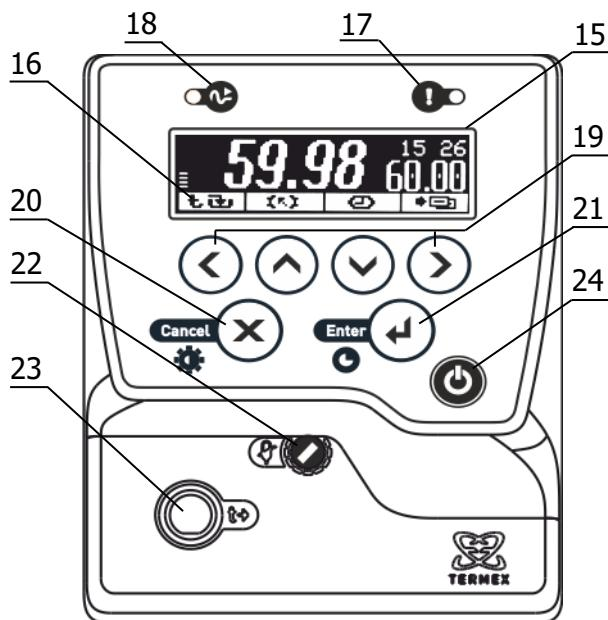

Рисунок 2 – Лицевая панель
Система безопасности блока регулирования отключает двигатель насоса и нагреватель при срабатывании хотя бы одной из защит или неисправности датчика температуры (1.2.13). При срабатывании системы безопасности раздается звуковой сигнал, загорается индикатор 17 (рисунок 2) и на дисплей 15 выводится информация о причине неисправности.
2.3.1 После подключения сетевого кабеля к электрической сети блок регулирования переходит в режим ожидания. Подключение сопровождается кратковременной подсветкой дисплея 15 (рисунок 2).
2.3.6 Для регулировки яркости подсветки или контраста дисплея нажать кнопку 20 (X), выбрать изменяемый параметр кнопками (▲) и (▼) и установить его значение кнопками (◀) и (▶). Зафиксировать изменение нажатием кнопки 21 (↔) (рисунок 2).
2.6.6 Для выбора уставки в качестве текущей кнопками (▲) и (▼) подвести к ней указатель. Значение отмеченной указателем уставки дублируется крупными цифрами в правой части дисплея. Для подтверждения выбора отмеченной уставки нажать кнопку 21 (↔). Для отмены выбора нажать кнопку 20 (✗) (рисунок 2).
2.6.7 Для изменения численного значения отмеченной указателем уставки нажать кнопку (►). На рамке, обрамляющей значение уставки в правой части дисплея, появятся «засечки», указывающие на изменяемую позицию в численном значении. Цифра в отмеченной позиции мигает. Нажатиями кнопок (▲) и (▼) установить требуемую цифру в отмеченной позиции. Если удерживать кнопку нажатой, значение уставки будет изменяться непрерывно. Нажатиями кнопок (◀) и (►) переместить отметку изменяемой позиции. Дискретность изменения значения уставки зависит от положения изменяемой позиции: если отмечена позиция десятков, то при единичном нажатии кнопки (▲) или (▼) значение уставки изменится на 10 °C. Если отмечена позиция десятых долей, то значение уставки изменится на 0.1 °C соответственно. Закончить ввод нового значения уставки нажатием кнопки 21 (↔). Для возврата к значению уставки до ее изменения нажать кнопку 20 (✗) (рисунок 2).
2.7.3 При срабатывании защиты раздается звуковой сигнал и загорается красный индикатор срабатывания системы безопасности 17 (рисунок 2). Работа насоса и нагревателя будет блокирована. На дисплее отобразится текущее состояние системы защит.
2.7.5 После устранения причины срабатывания защиты или ее отключения кнопкой (►) индикатор 17 (рисунок 2) погаснет. Перевести блок регулирования в рабочий режим нажатием кнопки 21 (↔).